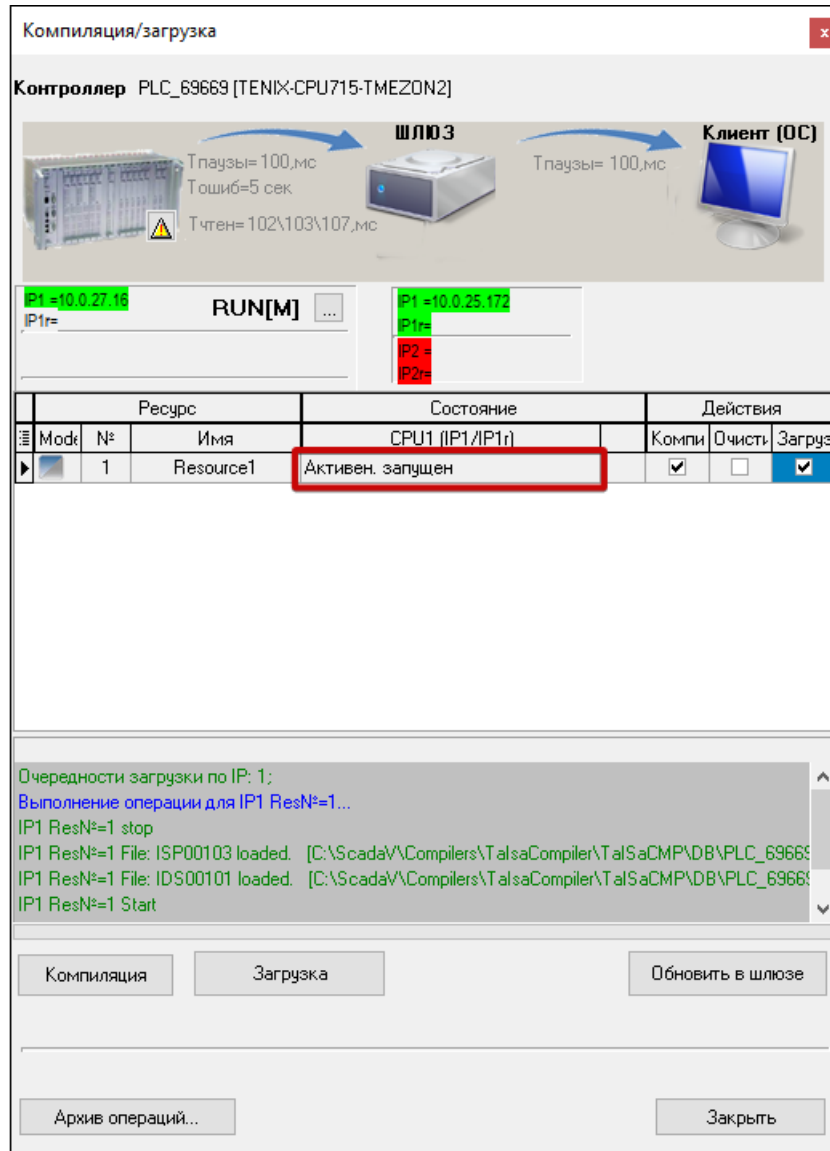

Рисунок 12.1. Результат загрузки технологической программы в контроллер
- 1) Выделите на панели "Распределение" нужный источник данных и в контекстном меню выберите пункт "Компиляция/ Загрузка" (рис. 12.1 [1]).
- 2) В открывшемся окне "Компиляция/ загрузка" нажмите кнопку "Компиляция" (рис. 12.1 [2]).
- 3) После успешной компиляции (рис. 12.1 [3]) нажмите кнопку "Загрузка" для загрузки скомпилированного кода в контроллер (рис. 12.1 [4]).